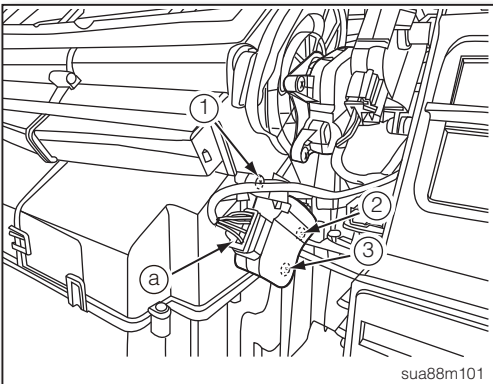

图3
- 3. 拆开空气混合门马达线束接头a (如图3)。
- 4. 使用适当工具拆下空气混合门马达固定螺丝①~③ (如图3)。